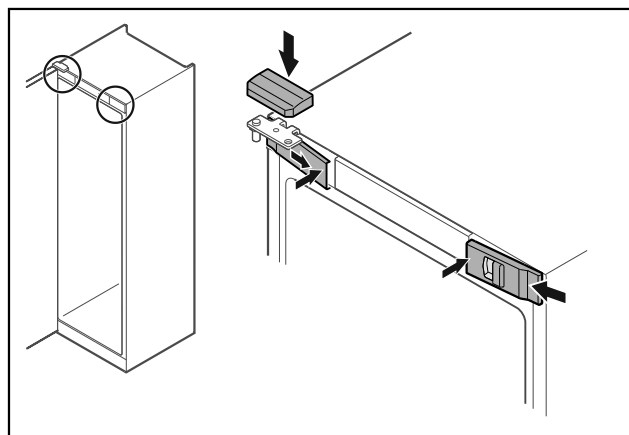

Fig. 51
- Agganciare le coperture anteriori Fig. 51 (1) di lato e innestare all'interno.
- Innestare la copertura superiore Fig. 51 (2) dall'alto.